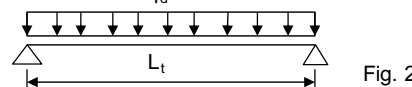

Fig. 2
- Platens egenvekt er tilsvarende tverrsnittet som vist på Fig. 1. Verdiene er for en enkelt understøttet plate med 2 understøttinger -jfr. Fig. 2.